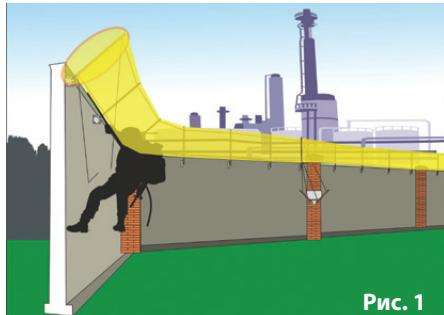

Рис. 1
- в виде двухпроводного «козырька» в верхней части заграждения (рис. 1);